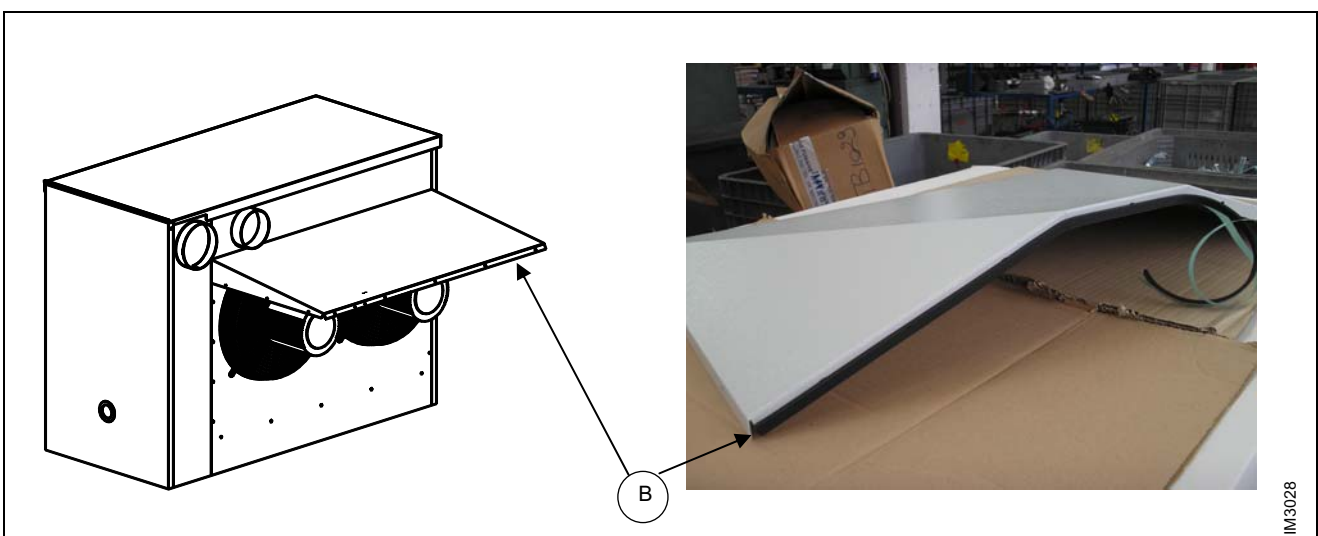

Figure 11 – POSITIONNEMENT DE LA GARNITURE DE TENUE ET MONTAGE DU COUVERT DU CHASSIS DE REPRISE
1. Positionner la garniture comme indiqué dans la photo de Figure 11, monter le couverc du châssis utilisant les vis M4 à tête hexagonale fournies avec l'unité.